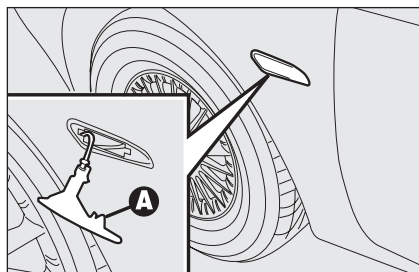

fig. 27
- ☐ pousser à main le transparent dans le sens contraire à la direction de marche de la voiture de façon à comprimer le ressort de fixation **A-fig. 27**. Dégager la partie avant et enlever le groupe;
- ☐ insérer le porte-ampoule **B** dans le transparent **C** puis placer le groupe en vérifiant le déclic du ressort de fixation **A-fig. 27**.